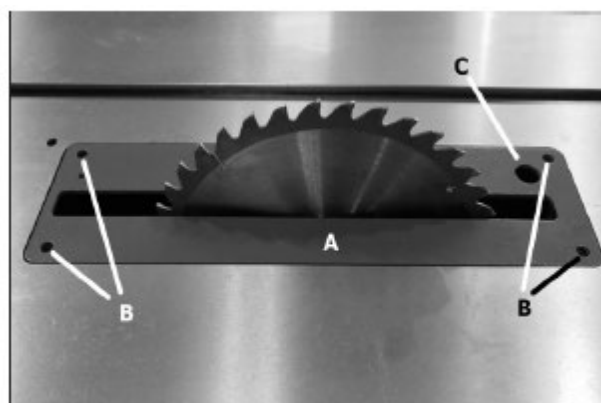

Рис. 35
1. Вставка стола (рис. 35, А) всегда должна быть вровень с поверхностью стола.
3. Выравнивание вставки стола следует производить четырьмя угловыми регулировочными винтами (рис. 35, В) по мере надобности и с повторной проверкой.
4. Во вставке стола предусмотрено отверстие для пальца (рис. 35, С) для облегчения ее извлечения.